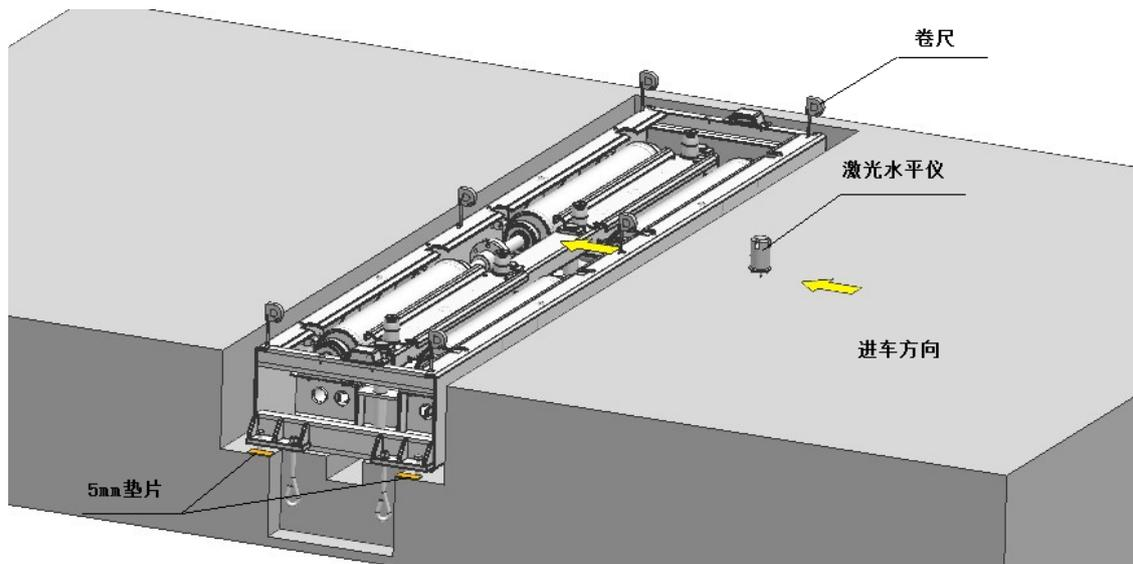
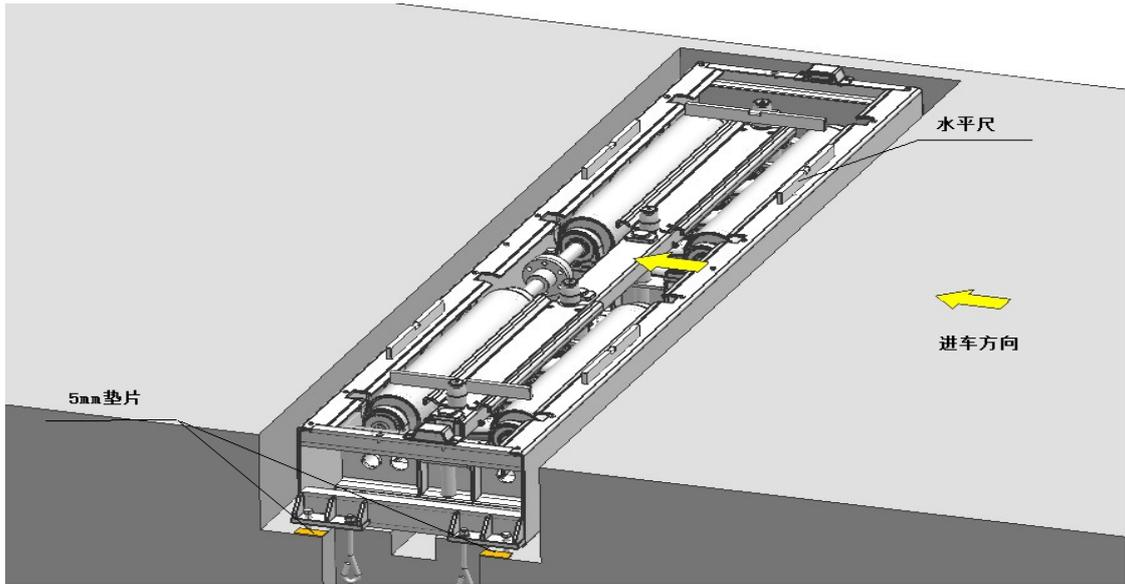

图 3.6
图 3.7
- (4)、在台架左右两侧的调节螺栓正下方放置一块 5mm 厚的垫片，使用激光水平仪结合卷尺(或水平尺)观察，通过旋拧调节螺栓使台架外框整体水平，同时还需调整台架外框表面与地面基本在同一水平面。用激光水平仪结合卷尺时，卷尺在台架六个角位显示的高度基本一致即可(见图 3.6)；用水平尺时，水平尺的液泡基本居中即可(见图 3.7)；如果不使用调整螺栓调节台架水平，可使用铁笔撬动台架四角，分别用配备的调试垫片支承台架四个角的底部(见图 3.6，卷尺正下方位置)，使台架外框整体水平且与地面在同一水平面；